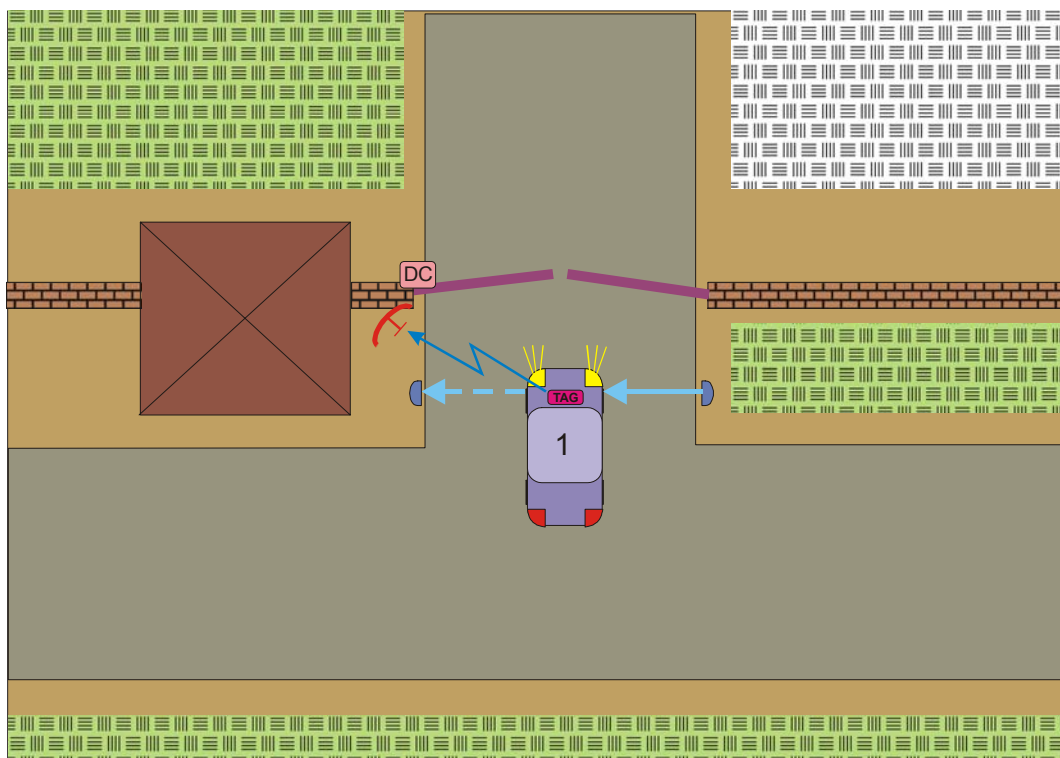

Рисунок 7. Система с датчиками автоматики ворот.
- Если автомобиль в створе датчика появился (рисунок 7), код тага передается контроллеру системы доступа, и считыватель ждет заданное время сигнала с датчика открывания ворот. Если датчик не сработал, значит таг не имеет по